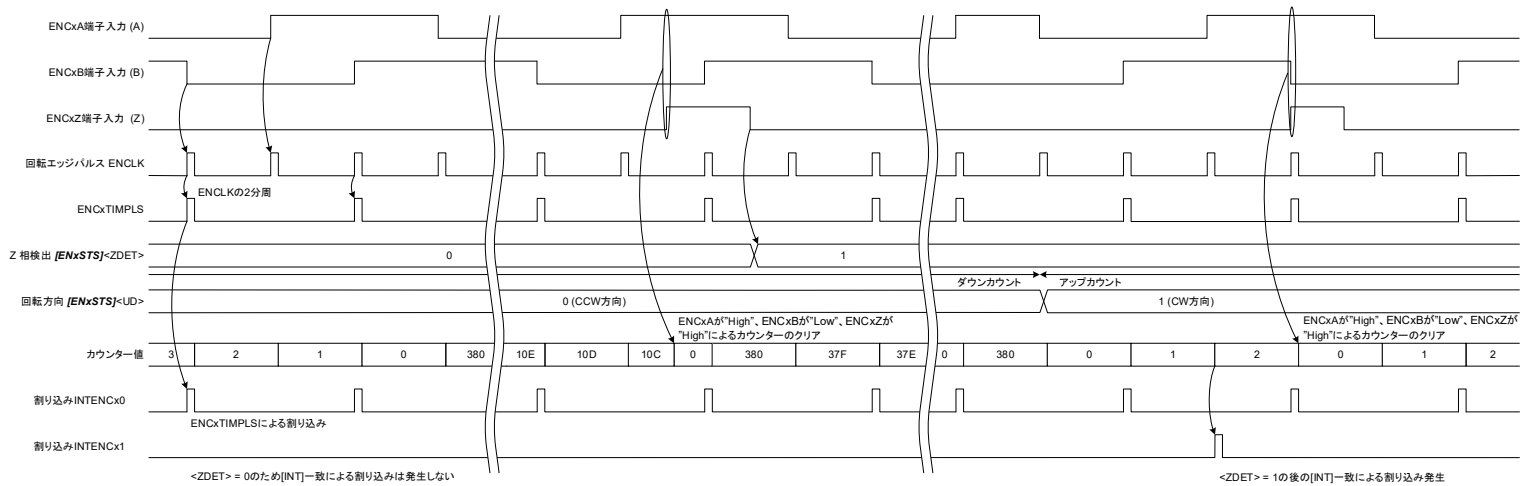

図 3.2 ENCxA端子入力がENCxB端子入力に対して90度遅れている状態をCW方向とする場合
- (b) ENCxA 端子入力が ENCxB 端子入力に対して 90 度遅れている状態を CW 方向としてアップカウントする。ENCxA 端子入力が ENCxB 端子入力に対して 90 度進んでいる状態を CCW 方向としてダウンカウントする($[ENxTNCr2]<ABREV> = 1$)。 (「図 3.2 ENCxA 端子入力が ENCxB 端子入力に対して 90 度遅れている状態を CW 方向とする場合 ($[ENxTNCr2]<ABREV> = 1$ の時)」)